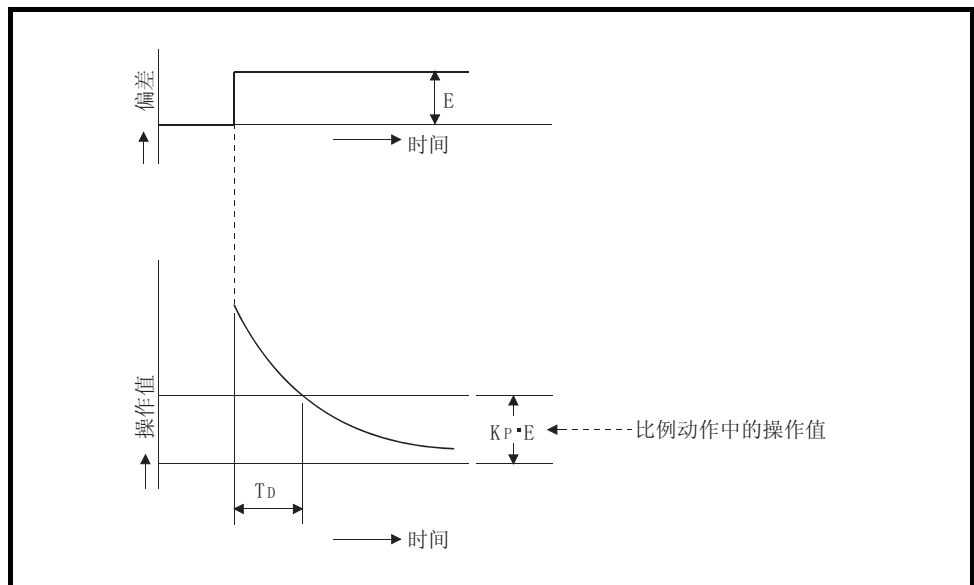

图 1.10 阶跃响应时的微分动作
- (2) 在微分动作中，从产生偏差起至微分动作操作值达到比例动作操作值为止所需要的时间称为微分时间，以 T_D 表示。
- (3) 偏差为恒定值的阶跃响应时的微分动作如图 1.10 所示。
- (4) 微分动作可与比例动作组合使用以执行 PD 动作，与比例动作及积分动作组合使用以执行 PID 动作。